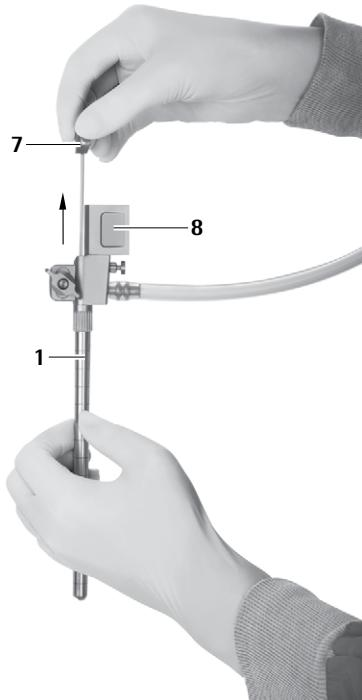

Fig. 9
- ▶ Estrarre l'otturatore per canale di lavoro ovale **7** attentamente dal trocar MINOP InVent **1**, vedere Fig. 9.